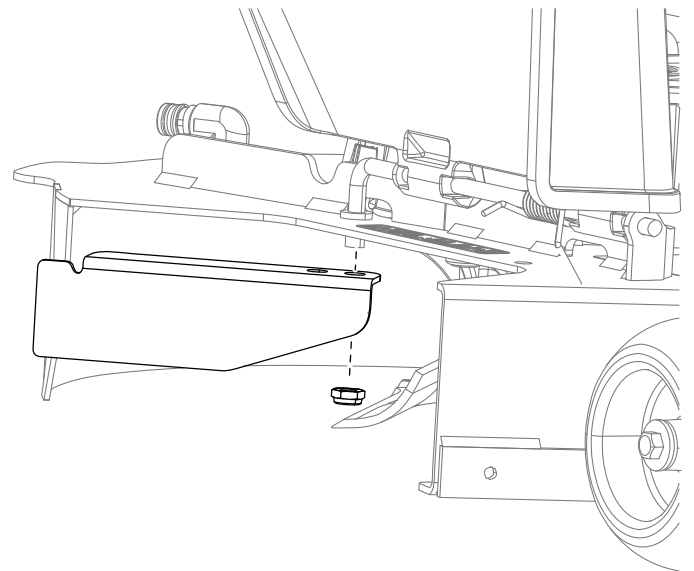

Figura 18
1. Per i piatti di taglio da 127 cm, rimuovete il deflettore esistente dalla macchina (Figura 18).